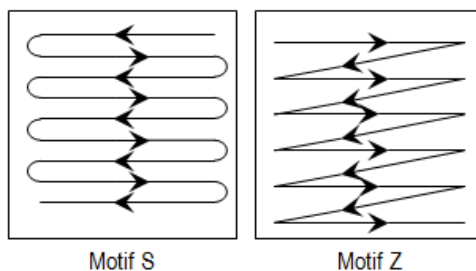

Figure 1. Motifs proposés et orientation de l'essuyage
- En appliquant une pression sur le filtre essuyer la surface en suivant l'un des motifs proposés, S ou Z (Figure 1).